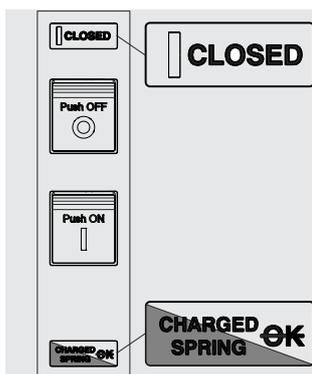

Figura 84
- Interruttore chiuso con molle cariche e non pronto alla chiusura (vedi Figura 84). Questa stato si verifica quando dopo la chiusura (vedi passo 4 - Manovre apertura/chiusura manuale interruttore) le molle vengono ricaricate manualmente o automaticamente dal motoriduttore (se previsto).